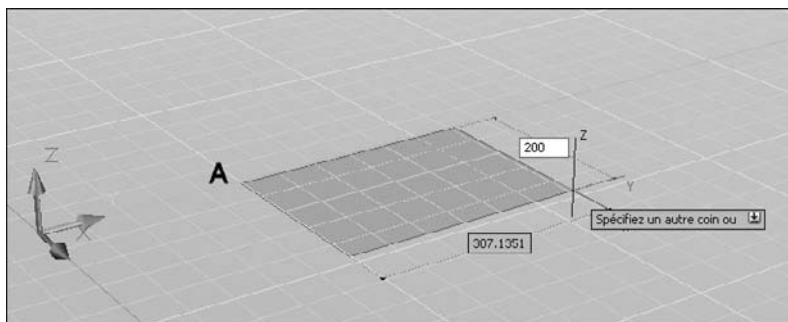

Fig.17.10
- 7 Entrez la longueur en tapant la dimension. Exemple : 200 (fig.17.10).